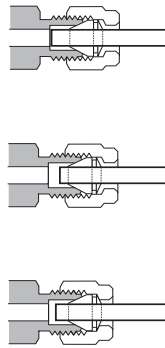

Abb. 16 Fertige Armatur
- 10** Richtige und falsche Swagelok-Verbindungen sind in Abb. 16 dargestellt. Beachten Sie, dass das Ende der Leitung in einer richtigen Swagelok-Verbindung nicht zerdrückt ist und die Aktion der Ferrulen nicht beeinträchtigt.